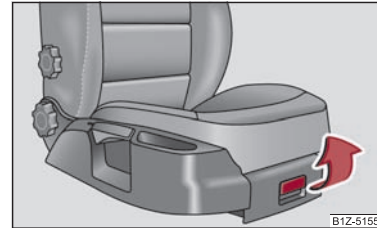

Fig. 96 Scaunul pasagerului dreapta: Compartimentul de depozitare
- Pentru deschiderea capacului, apăsați pe încuietoare și trageți capacul ⇒ fig. 96.